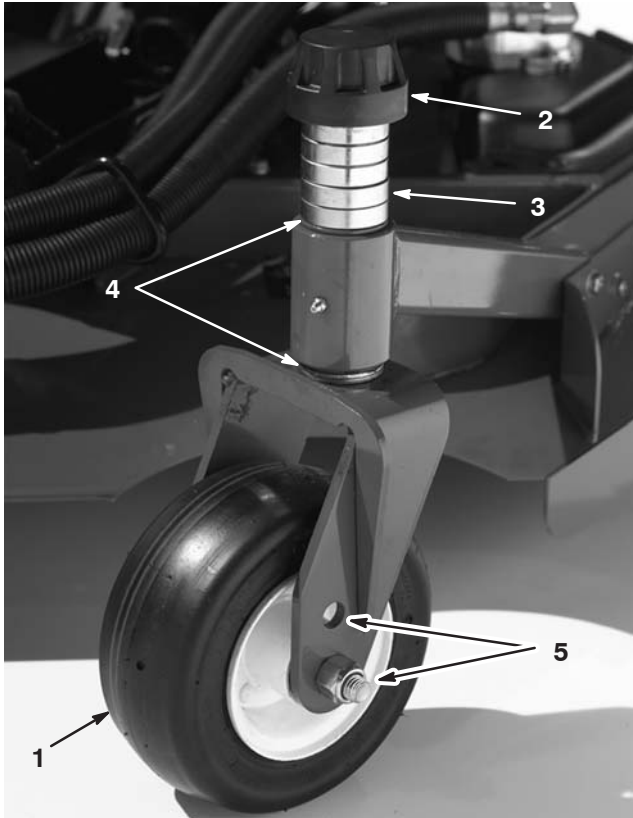
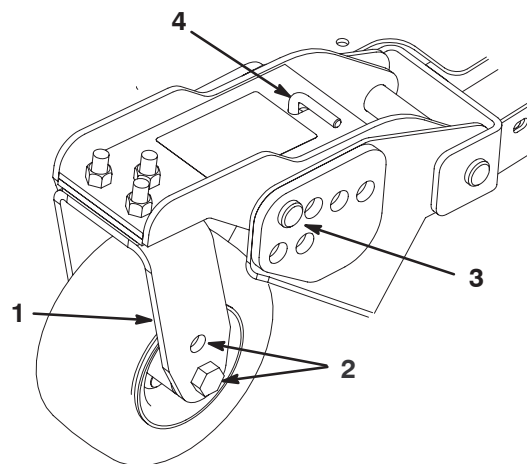
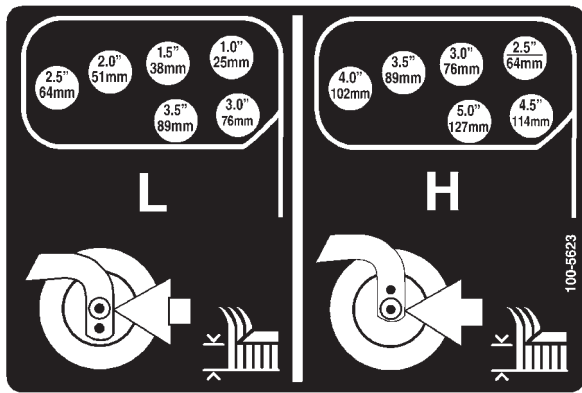

Bild 14
Bild 16
Bild 17
1. Stecken Sie die Laufradachsen in allen Gabeln in die gleichen Löcher (Bild 14 und Bild 16). Siehe die nachstehende Tabelle, um das richtige Loch für die jeweilige Einstellung festzustellen.
2. Entfernen Sie die Spannkappe von der Spindelwelle (Bild 14) und schieben die Spindel aus dem Laufradarm. Ziehen Sie zwei Beilagscheiben (3,2 mm) so auf die Spindelwelle, wie sie ursprünglich montiert waren. Diese Beilagscheiben sind erforderlich, um alle Mähwerke über die Breite auf ein Niveau zu bringen. Ziehen Sie die erforderliche Anzahl von 12-mm-Distanzstücken auf die Spindelwelle, um die gewünschte Schnitthöhe herbeizuführen; ziehen Sie dann die Scheibe auf die Welle auf.
4. Entfernen Sie den Splint und den Lastösenbolzen von den Laufradgelenkarmen (Bild 16).
5. Drehen Sie die Spannstange, um den Gelenkarm anzuheben oder abzusenken, bis die Löcher mit den ausgewählten Schnitthöheneinstellungslöchern im Mähwerkrahmen flüchtig sind (Bild 16 und Bild 17).